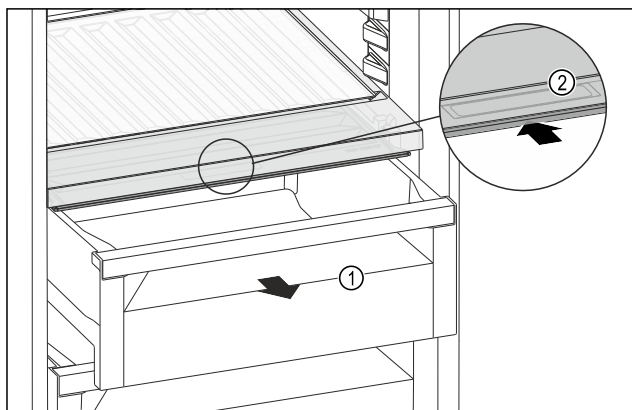

Fig. 173
- ▶ Izvelciet atvilktni Fig. 173 (1).
- ▶ Satveriet nodalījuma vāka roktura padziļinājumu Fig. 173 (2) un vienlaikus pabīdiet nodalījuma vāku uz aizmuguri.